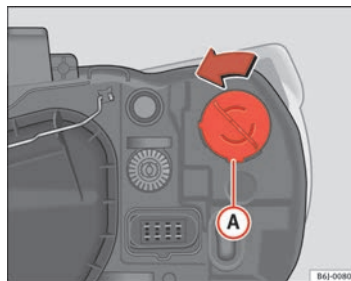

Abb. 142 Blinker bei Einfachscheinwerfer
- Drehen Sie den Lampenträger ⇒ Abb. 142 Ⓐ nach links und ziehen Sie daran.